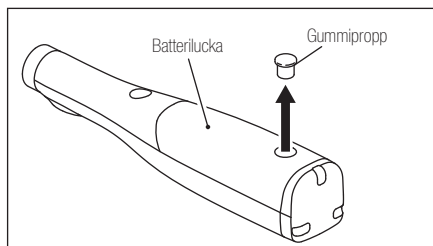

Bild 13
- 2) Ta loss gummiproppen på batteriluckan med en tunn spårmejsel. (Bild 13)